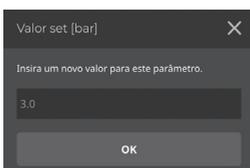

Figura 11 - Parâmetro Valor Set [bar]
10. Entre no parâmetro Valor Set [bar], insira o valor da pressão desejada na unidade de medida de pressão “bar” e pressione OK, conforme Figura 11.